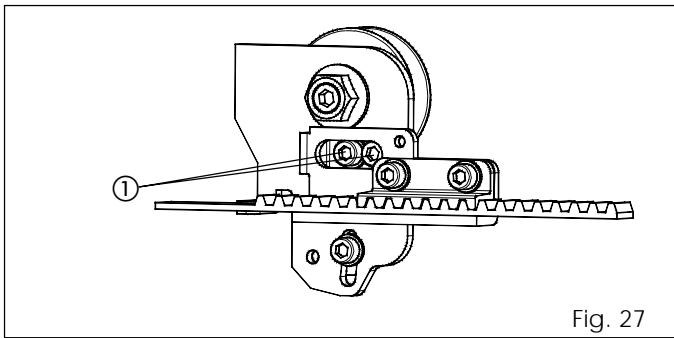

Fig. 27
- Afloje los dos tornillos (fig. 27 ref. ①) en ambos carros.